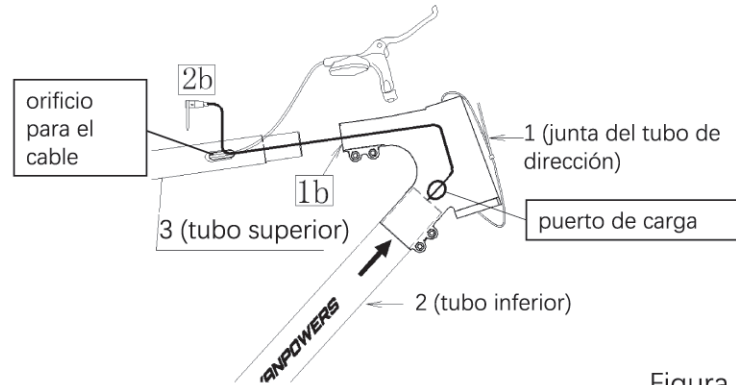

Figura 5
a. Con la ayuda de la brida para cables de la pieza 2b, saque la pieza 2b del orificio para cables de la pieza 3, como se muestra en la Figura 5.